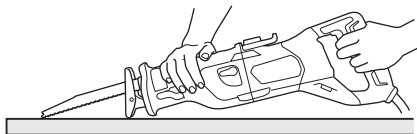
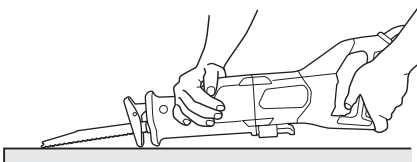

Fig. 19
Fig. 20
Cet outil vous permet de procéder à un sciage en plongée sur des panneaux de contreplaqué et des panneaux de bois mince. Le sciage en plongée s'effectue en toute facilité avec la lame installée à l'envers, comme illustré aux Fig. 20, 22 et 24. Utiliser une lame aussi courte et épaisse que possible. Il est recommandé d'utiliser la lame BIMETAL No.132 mentionnée dans la page 32. Procéder avec précaution pour effectuer la coupe de poche et observer les procédures suivantes.
(1) Appuyez la partie inférieure (ou la partie supérieure) du socle contre le matériau. Tirer sur la gâchette tout en maintenant l'extrémité de la lame éloignée du matériau. (Fig. 19, Fig. 20)